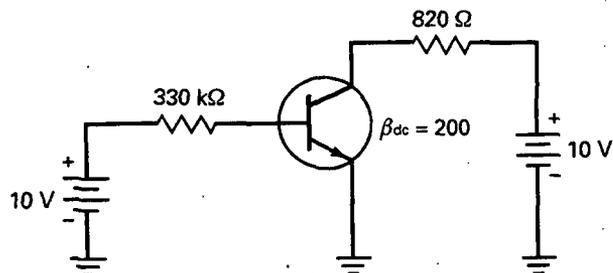

Figura 6-17
- 6-5. ¿Cuál es el valor de la corriente de base en la Figura 6-17?
- 6-6. Si la ganancia de corriente disminuye de 200 a 100 en la Figura 6-17, ¿cuánto vale la corriente de base?
- 6-7. Si la resistencia de $330\text{ k}\Omega$ en la Figura 6-17 tiene una tolerancia de ± 5 por 100, ¿cuál es el valor máximo de la corriente de base?
- 6-8. Un circuito de un transistor, similar al de la Figura 6-17, tiene una fuente de polarización de colector de valor 20 V , una resistencia de colector igual a $1,5\text{ k}\Omega$ y una corriente de colector de 5 mA . ¿Cuál es el valor de la tensión colector-emisor?
- 6-10. ¿Qué valores tienen la tensión colector-emisor y la potencia disipada en el transistor en la Figura 6-17? (Resuelva el problema usando la aproximación ideal y la segunda aproximación.)
- 6-17. En la Figura 6-17, la tensión colector-emisor, ¿aumenta, disminuye o mantiene el mismo valor para cada uno de estos fallos?
- 6-23. Suponga que se conecta un LED en serie con los $820\ \Omega$ en la Figura 6-17. ¿Qué valor tiene la corriente en el LED?